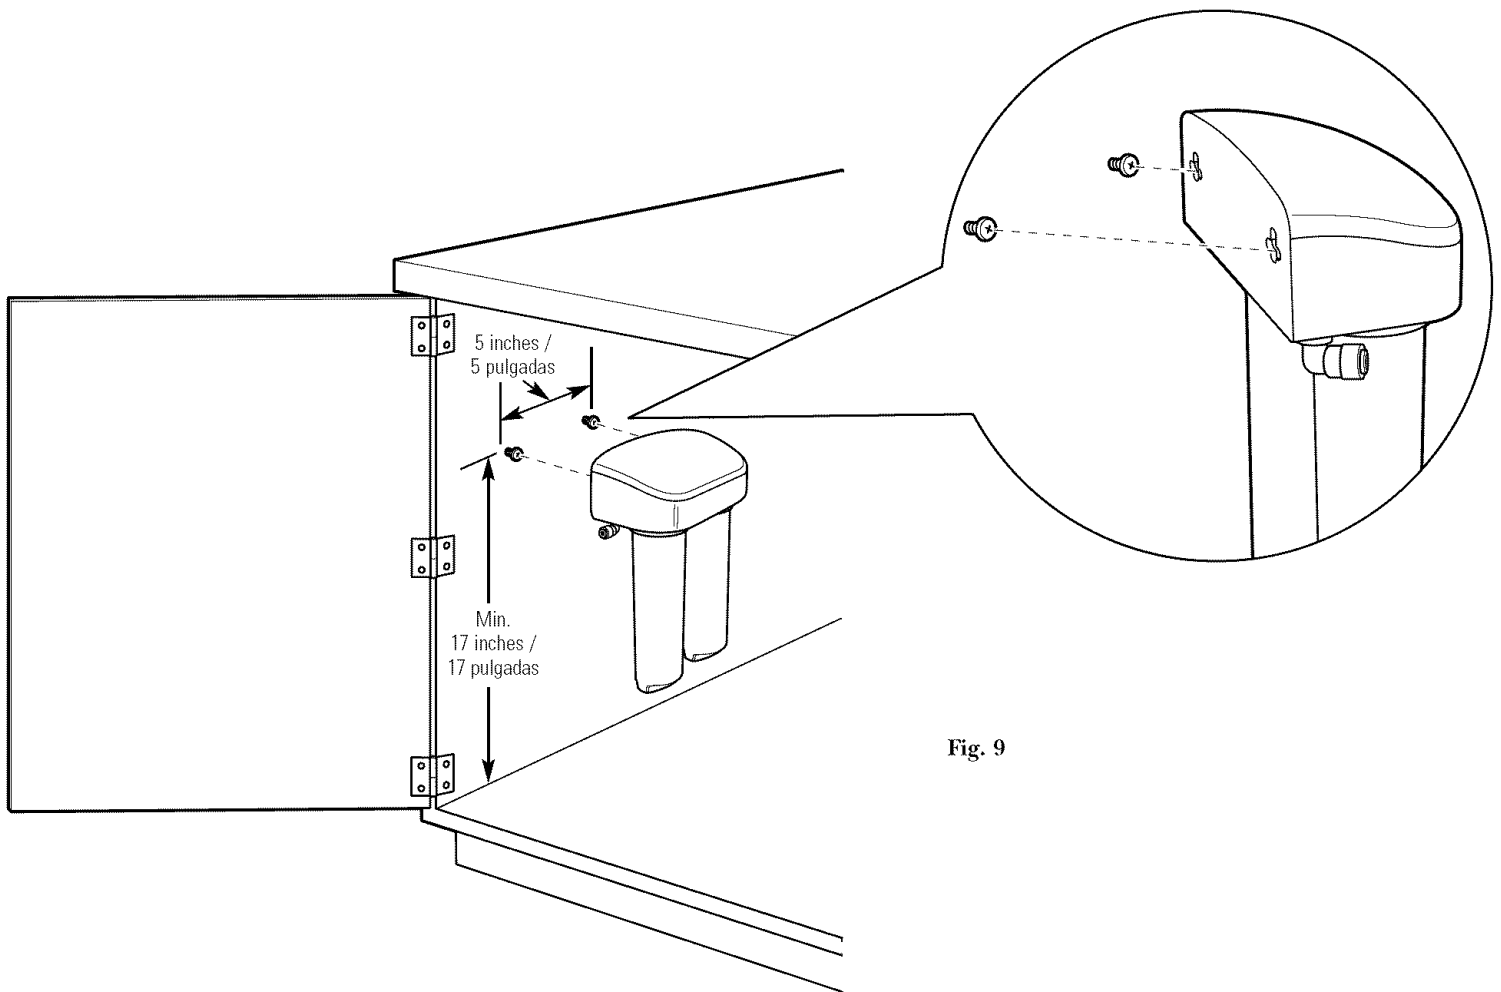

Fig. 9
2. Hang the system on the previously installed screws using the openings on the back of the unit (Fig. 9).
2. Cuelgue el sistema en los tornillos previamente instalados usando las aberturas en la parte posterior de la unidad (Fig. 9).